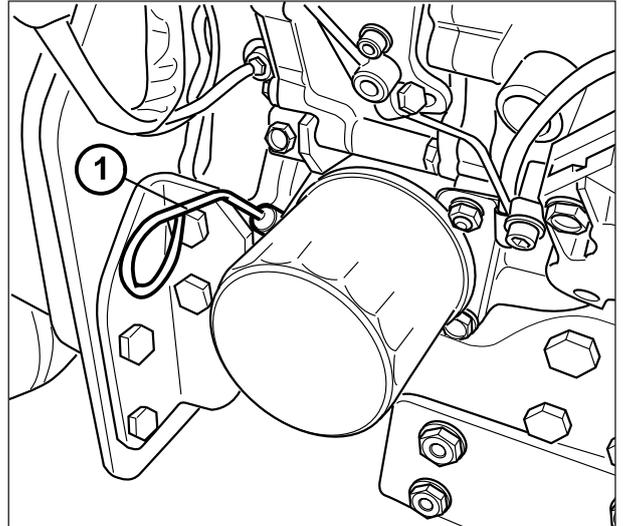
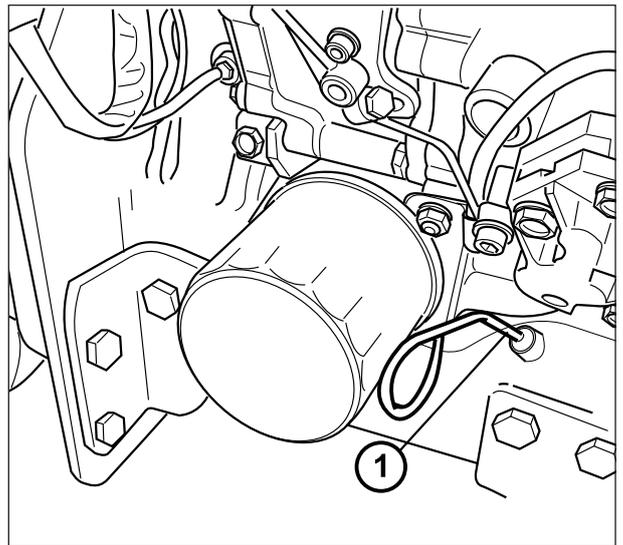

Fig. 87 (9045 - 9055)
Fig. 87a (9030)
Nivel aceite cárter motor (Fig. 87 - 88)
- extraer la varilla de control (1 Fig. 87 mod. 9045 - 9055) y (1 Fig. 87a mod. 4630), limpiarla con un trapo y volver a ponerla nuevamente en la abertura;